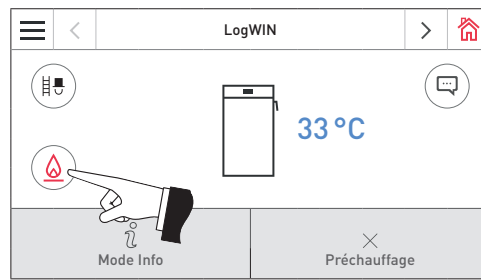

Fig. 12
Affichage sur l'InfoWIN Touch  – Fig. 12.
- 4.) Appuyer sur la touche **Allumage** , les options « Allumer maintenant », « Avec temps différé » et « Allumer automatiquement » s'affichent alors à l'écran – Fig. 12.